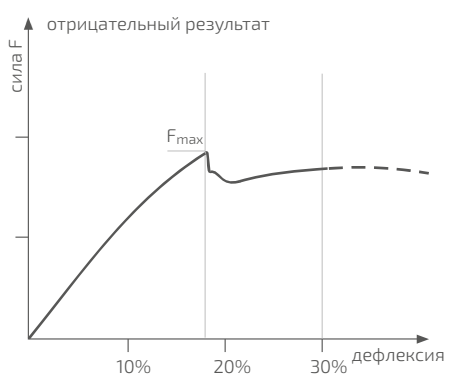

Рисунок 3.
- Коэффициент ползучести в соответствии с EN ISO 9967 (см. рис. 3), ГОСТ Р 54475-2011 (п. 8.7), ТУ 22.21.21-078-73011750-2021 (п. 4.11);